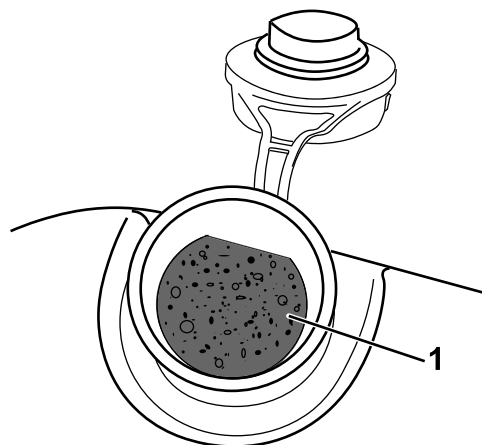

Bild 13
**Wichtig:** Diese Maschine hat einen Premium-Kraftstofftank, der einen Schaumeinsatz hat, um eine Bewegung des Kraftstoffs zu verhindern. Entfernen Sie den Schaumeinsatz nicht, da er ermöglicht, dass der Motor den ganzen Kraftstoff im Kraftstofftank verwendet (Bild 13).